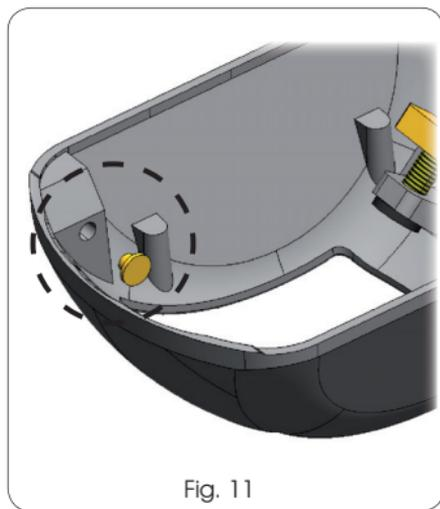

Fig. 11
ACHTUNG: Die Sicherheitsabdeckung (Abb. 11) erst dann entfernen, wenn dies ausdrücklich in den Montageanweisungen angegeben ist.
- Nach der Prüfung der Betätigung des Kolbens zur Freigabe vom Schloss die Sicherheitsabdeckung des Entriegelungshebels laut Fig. 11 entfernen;